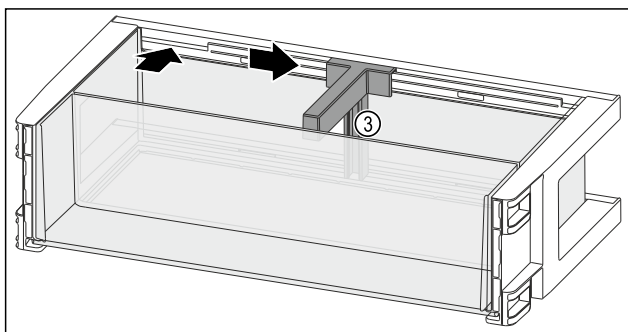

Fig. 126
- Flaschenhalter Fig. 126 (3) in die Aussparung einsetzen.
- Flaschenhalter Fig. 126 (3) in gewünschte Position zur Seite schieben.